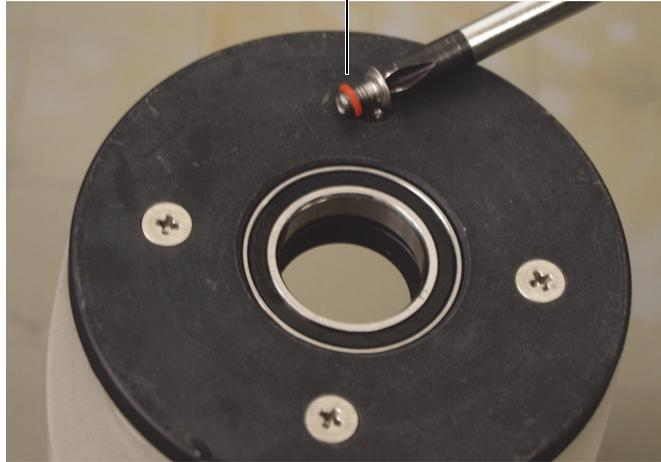

Figure 6-19 Retrait des vis de fixation du moyeu sans régulateurs de débit
1. Retirez les quatre vis de fixation externes sur le moyeu sans régulateurs de débit de la roue acoustique (Figure 6-19 à la page 101).